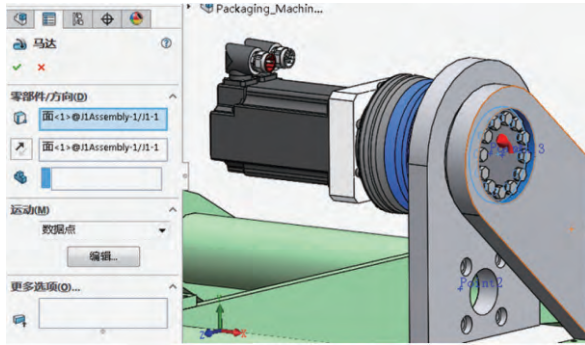

图 8 旋转马达设置
第二个机构运动仿真算例，将第一个机构运动仿真算例复制成一个新的 Motion 运动仿真算例。压缩路径配合马达，在三个铰链配合处的圆柱面上设置旋转马达，在马达参数设置中的运动 (M) 处选择数据点，如图 8 所示。